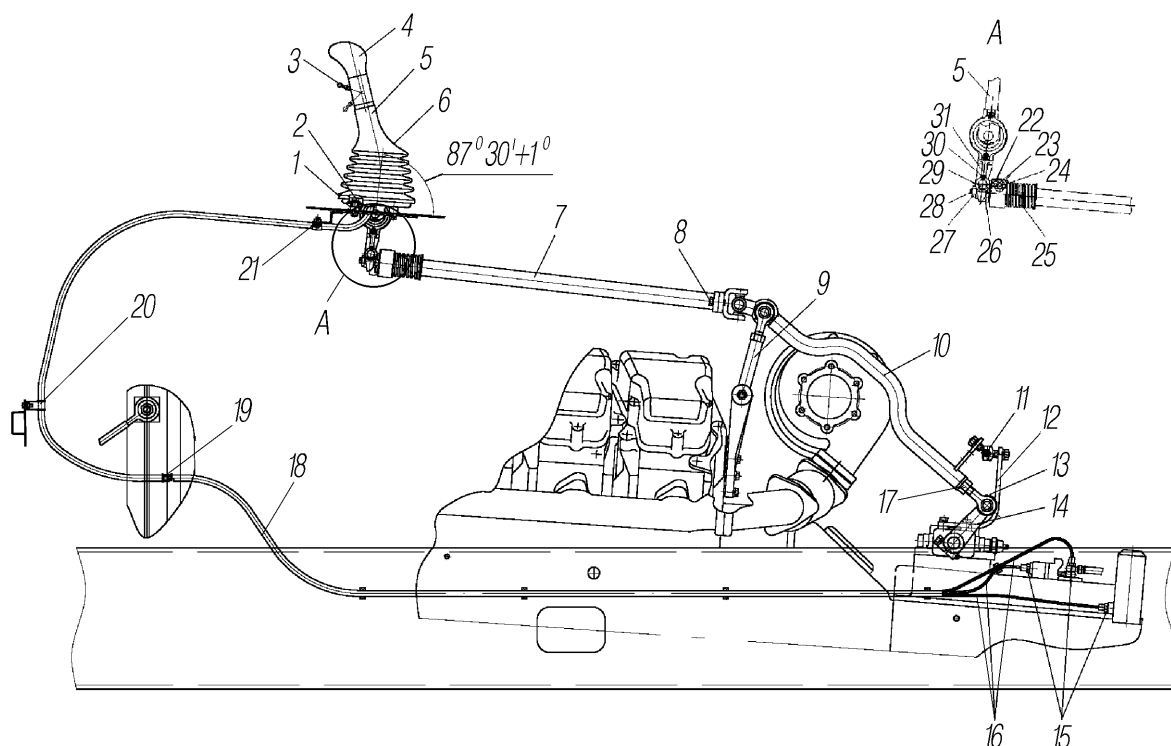

Рис. 24. Управление коробкой передач:
- регулировку положения рычага 5 (рис. 24) переключения передач;